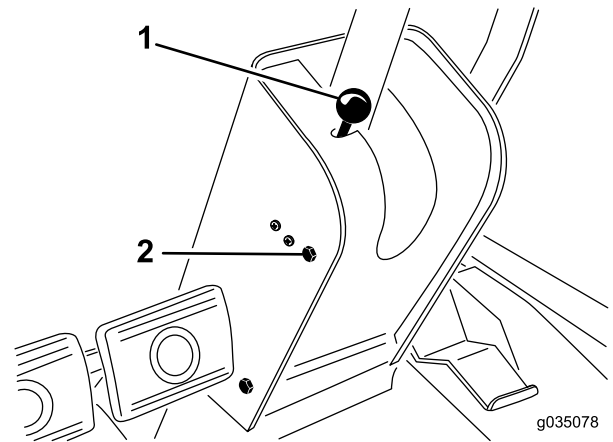

Figure 32
1. Retirez le pommeau de la tige du frein de stationnement et les vis du couvercle de la colonne de direction (Figure 32).